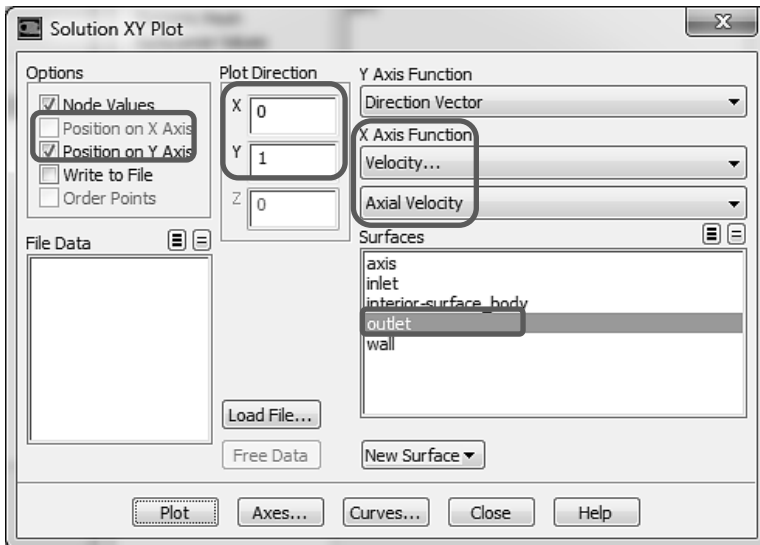

Рис. 1.67
- 3) В окне Solution XY Plot настраиваем опции, как показано на рис. 1.67.
- 5) Для более наглядного представления полученного профиля скорости можно соединить точки линиями. Для этого в окне Solution XY Plot, рис. 1.67, следует нажать кнопку Curves .